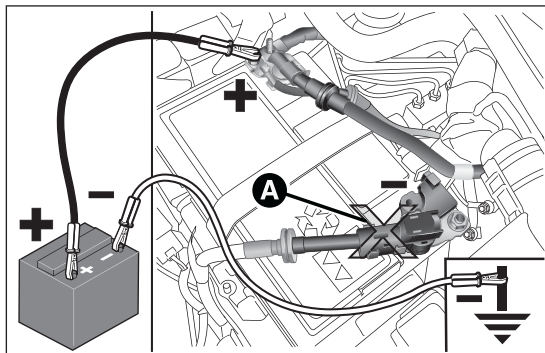

fig. 107
- ☐ conectar los bornes positivos (signo + cerca del borne) de las dos baterías con un cable adecuado fig. 107;